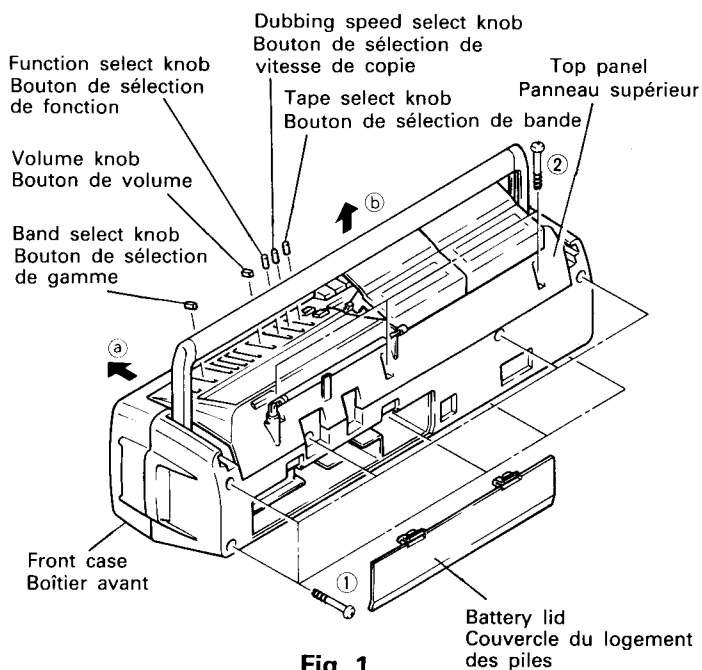

Fig. 1
1. Front case (Fig. 1, 5, 6)
2. Top panel (Fig. 1)
1. Boîtier avant (Fig. 1, 5, 6)
2. Panneau supérieur (Fig. 1)